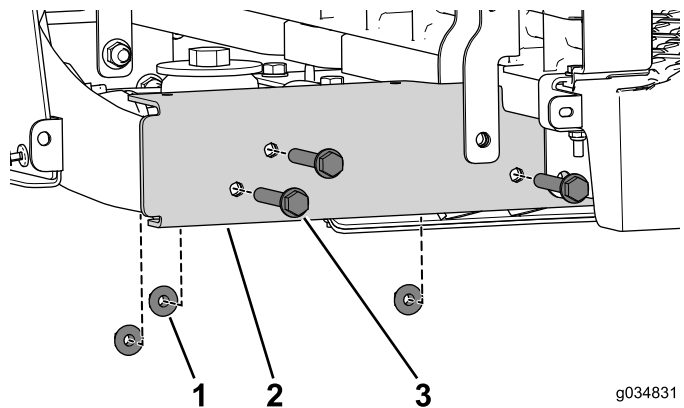

Figure 17
4. Retirez les 3 boulons à embase (3/8" x 2 1/2") et les écrous (Figure 17). Procédez de même des deux côtés de la machine.